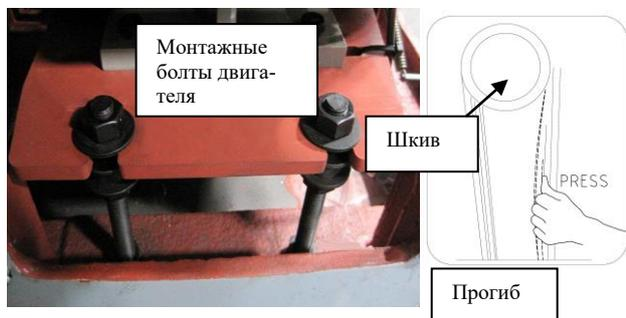

Рис. 92. Регулировка зубчатого ремня.
3. Отвинтите шестигранные гайки на монтажных болтах двигателя (Рис.92), сместите монтажную плиту двигателя вверх или вниз и отрегулируйте натяжение зубчатого ремня. При правильном натяжении, каждый ремень должен прогибаться приблизительно на 19 мм при сильном нажатии.